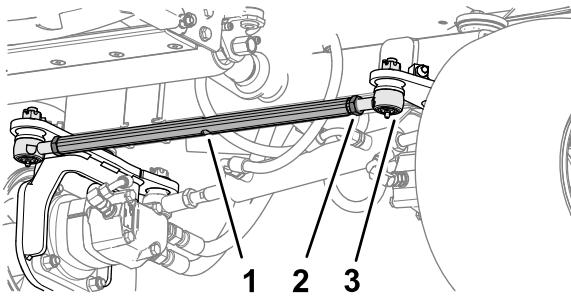

Figure 62
1. À l'avant des roues arrière, desserrez les 2 contre-écrous qui fixent la barre d'accouplement aux embouts (Figure 62).
2. Alignez les roues en tournant la barre d'accouplement (Figure 62).
5. Serrez les 2 contre-écrous pour fixer la barre d'accouplement et les embouts (Figure 62).